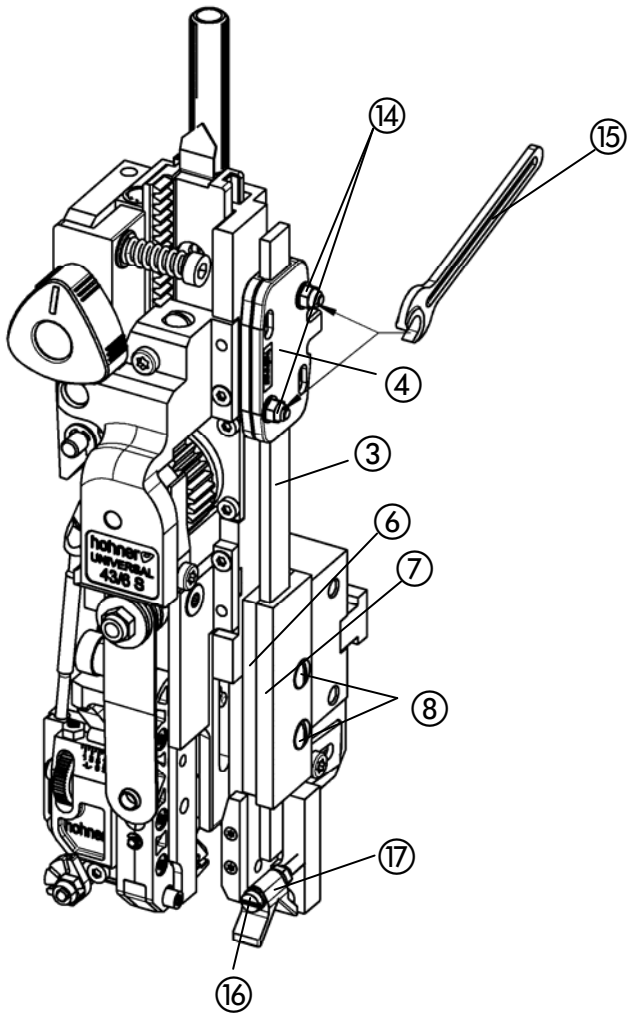

Fig. 19
Fig. 19 a
Fig. 19 b
- Fig. 19 - (véase Lista de piezas de repuesto, página E 31)
- Colocar la varilla del pisador ③ con el talón de arrastre ④ entre la placa distanciadora ⑥ y la placa guía ⑦ (las placas y varilla deben estar algo engrasadas).
- Atornillar los tornillos ⑧ en las roscas de la caja a través de los taladros de las placas y apretarlos de forma que la varilla ③ quede paralela al canto de la caja.